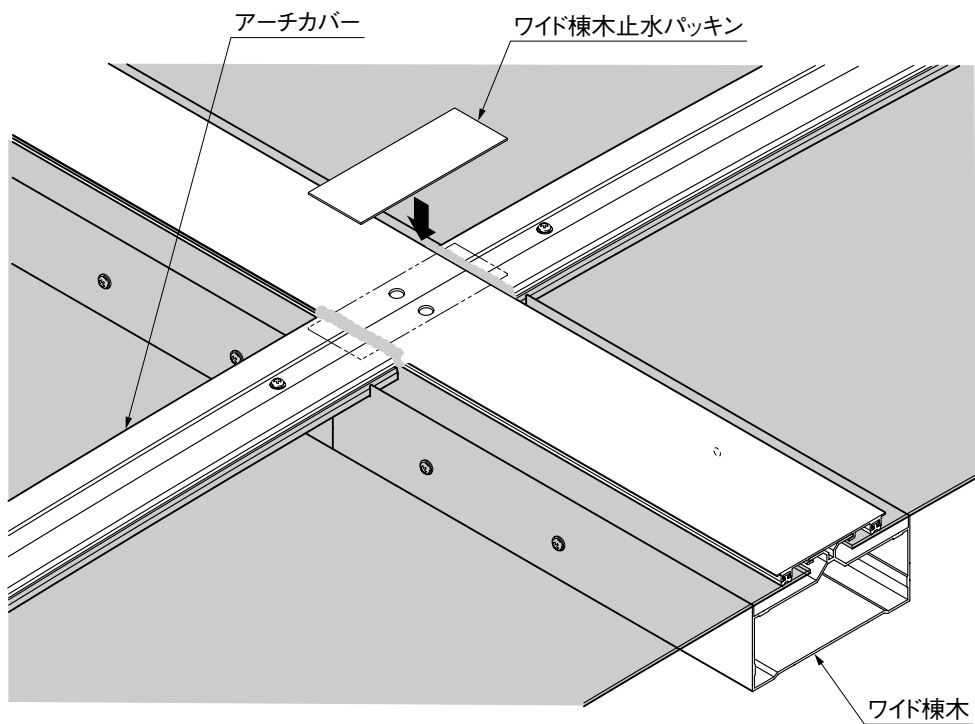

図2-4
- ❶ 連棟部分にシーリングをしてください。(図2-4参照)